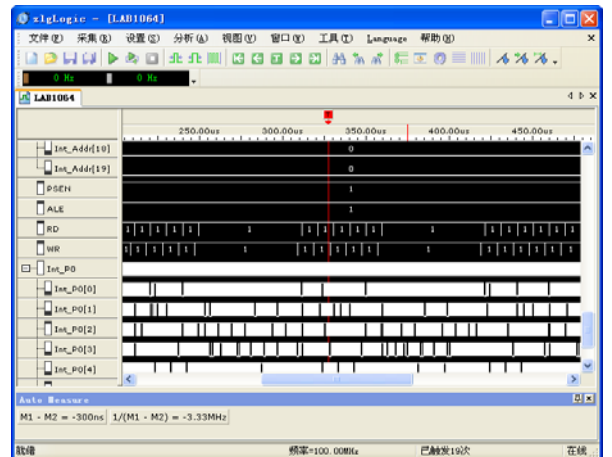

图 6.26 逻辑分析仪的显示结果
**3** 例程是反复循环的操作过程，我们可以采用最简单的方法来捕获总线上的数据。程序全速运行起来时，点击逻辑分析仪主界面的  按钮，循环采集，直到点击  停止。图 6.26 就是逻辑分析仪捕捉到的总线数据图。
例程是先对内部 XDATA 空间的前 6 个字节进行写读操作，然后对外部 XDATA 空间的前 6 个字节进行写读操作。读写信号在前半段是无效的，后半段是有效的。如图 6.26 所示，是逻辑分析的总线数据显示图。这里主要针对 WR、RD 信号线进行分析，可以很清楚的看到显示结果是完全正确的。同样，也可以查看其它总线的的数据，来分析程序的执行状态和总线上的数据。